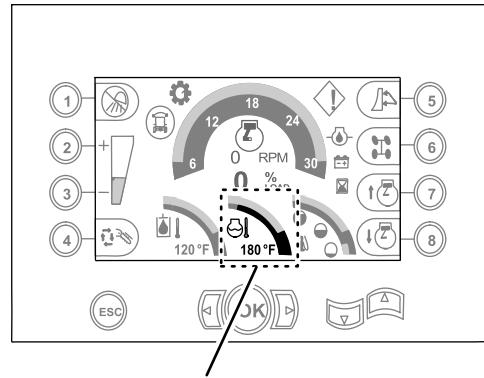

Figura 108
- Haga funcionar el motor durante cinco minutos, o hasta que la pantalla del centro de control indique una temperatura del refrigerante de 82 °C (180 °F), luego pare el motor (Figura 108).